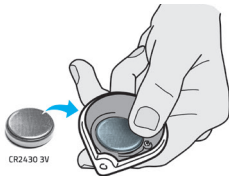

Abb. 5c
3. Im unteren Teil des Gehäuses befindet sich ein Batteriehalter **CR2430 3 V** - **Abb. 5c**. Ersetzen Sie die alte Batterie durch eine neue, achten Sie auf die Polarität.